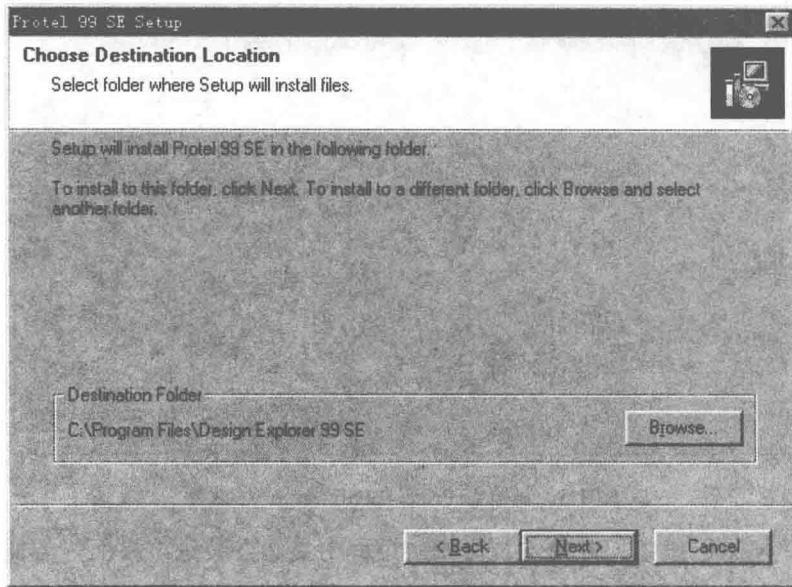

图1.3 第三个Protel 99 SE Setup对话框
(3) 单击“Next”按钮，将显示第三个Protel 99 SE Setup对话框，如图1.3所示。该对话框提示安装Protel 99 SE的默认路径，如果想更改，单击“Browse”按钮，选择安装路径。